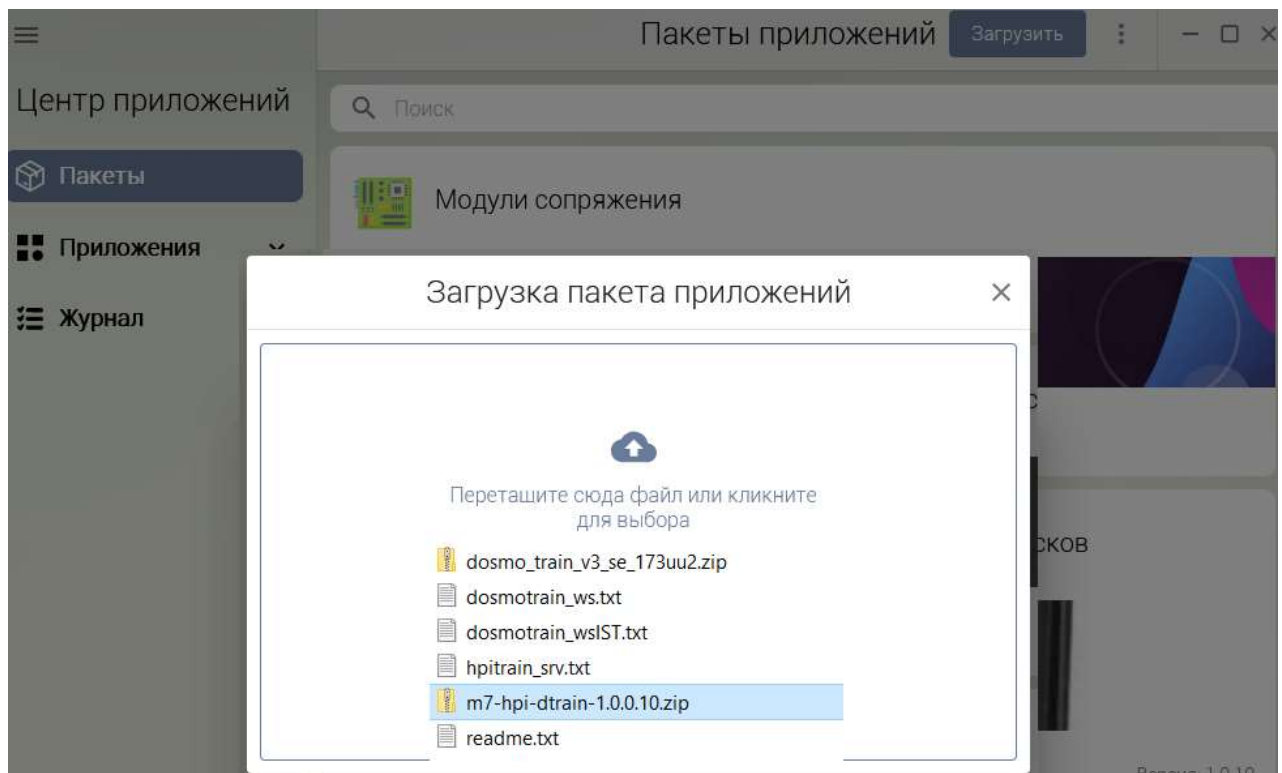

Рисунок 2 — Выбор загружаемого дистрибутива
– в открывшемся окне выбора файла указать путь к компоненту СПО (далее пакет) на дистрибутивном диске DVD-R ЦРПА.2.00397.01.00 «Специальное программное обеспечение интегрированного комплекса технических средств охраны «Равелин» (ДИСК 5/7) (Рисунок 2) и нажать кнопку **Открыть**;